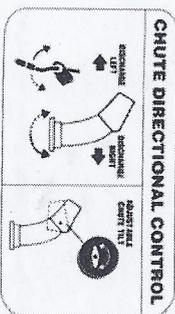

Figura 6
- girare in senso antiorario per scaricare a sinistra. Vedere la figura 6.